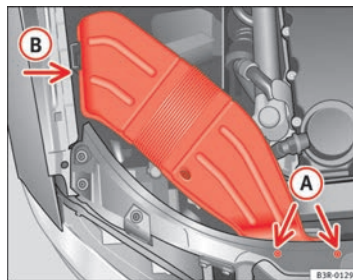

Fig. 214 Convogliatore dell'aria sul lato destro della vettura
- Svitare le viti **(A)** ⇒ fig. 214.